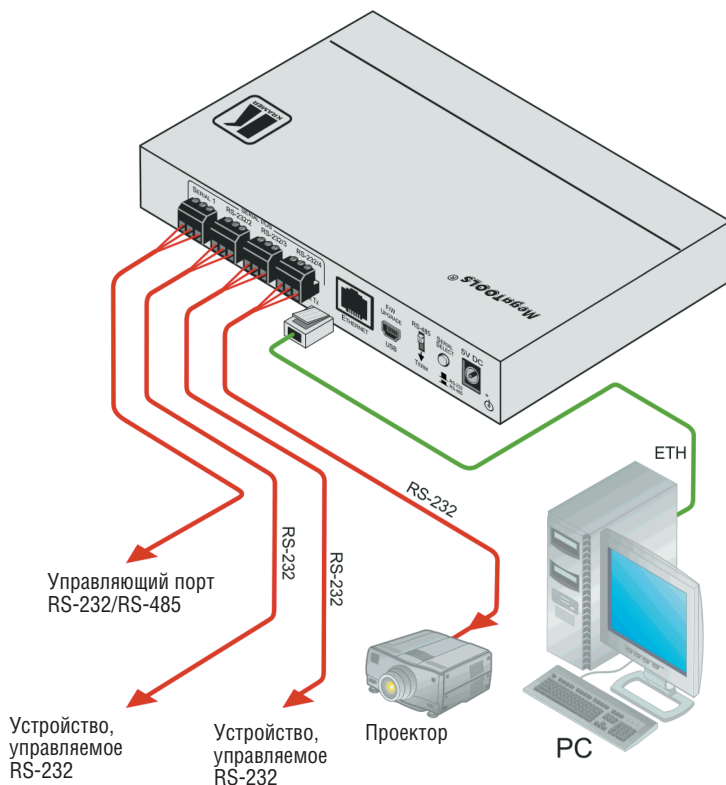

Рис. 9. Подключение прибора FC-24ETH к контроллеру Ethernet
Чтобы подключить прибор **FC-24ETH** в соответствии с примером, приведенным на рис. 9:
3. Подсоедините к устройству адаптер электропитания и подключите его к розетке электросети (не показано на рис. 9).